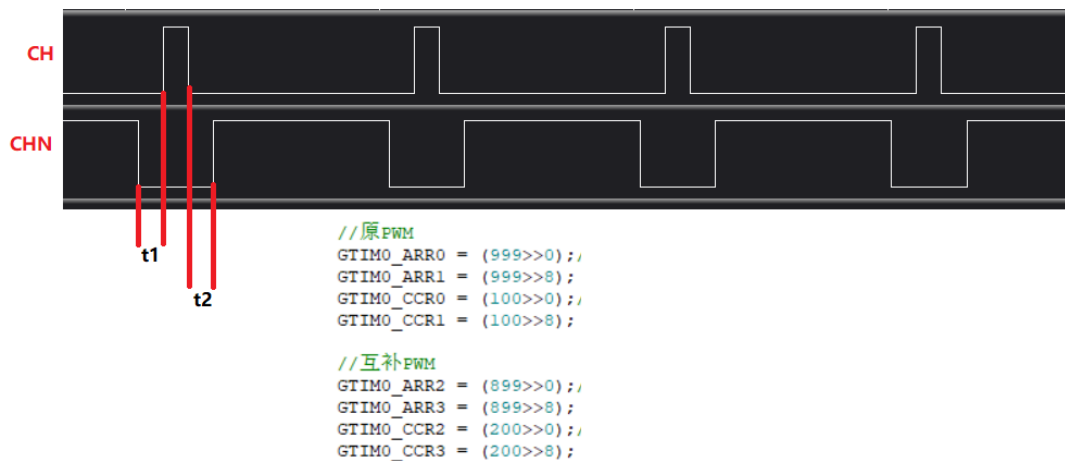
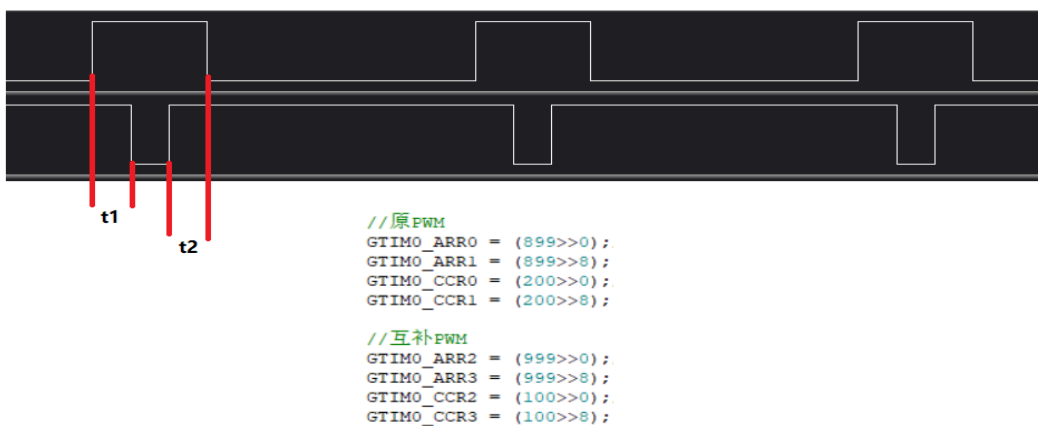

图 3-1: PWM 示意图
图 3-2: PWM 示意图
- CH、CHN 的周期按周期大的 PWM，如图 3-1：
- CH、CHN 的周期按周期大的 PWM，如图 3-2:
由图 3-1 及图 3-2 可看出: